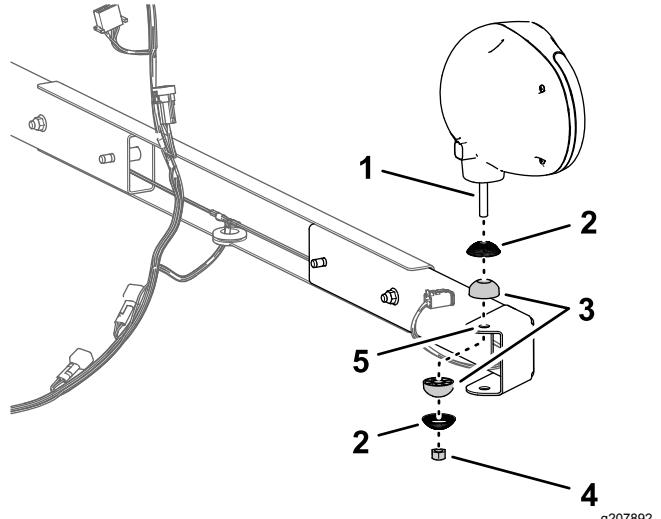

Figure 14
2. Placez une coque rainurée et un joint sphérique sur le goujon d'un projecteur de travail (Figure 14).
3. Montez le projecteur de travail dans le trou de la bride du support du projecteur (Figure 14) avec une coque rainurée, un joint sphérique et un contre-écrou (10 mm), puis serrez le projecteur à la main.
1. Fixez le support du projecteur de travail et le profilé de support au cadre du panneau de plancher à l'aide de 2 contre-écrous à embase, comme montré à la Figure 14.